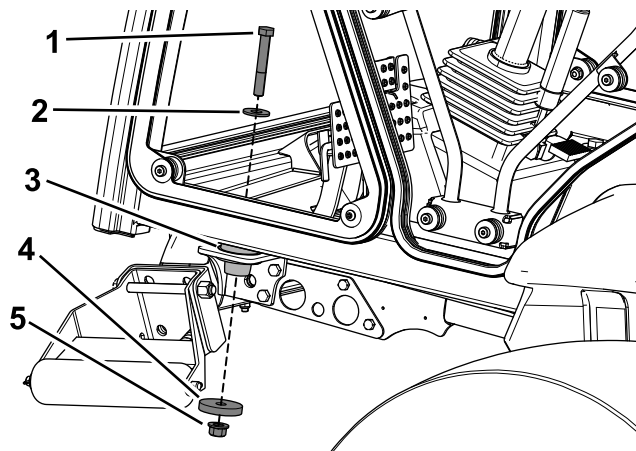

Bild 25
5. Befestigen Sie die Kabine mit einer Schraube (1/2" x 3-1/4"), einer Scheibe (1-3/8"), einer Scheibe (2-1/4") und einer Sicherungsmutter an den vorderen Befestigungen an der Maschine (Bild 25).